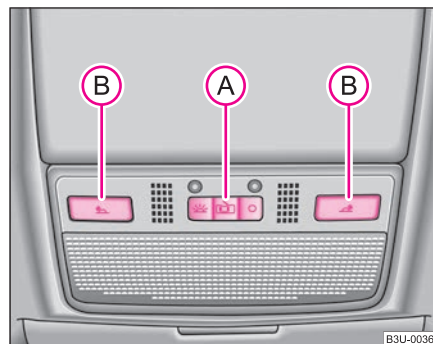

Fig. 41 Plafonul: Iluminarea interioară față
- Aduceți întreprătorul (A) ⇒ fig. 41 în poziție mijlocie .
- Apăsăți întrerupătorul  ⇒ pagina 62, fig. 41, pentru a aprinde sau stinge lumina de citit din dreapta, respectiv din stânga.